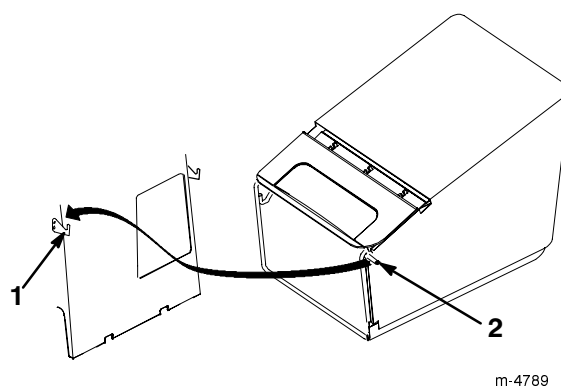

Figura 15
5. Agganciate i perni il raccoglitore sui ganci della scocca, come illustrato nella Figura 15.
4. Sollevate il raccoglitore e togliete i perni dai ganci della scocca, come illustrato nella Figura 15.